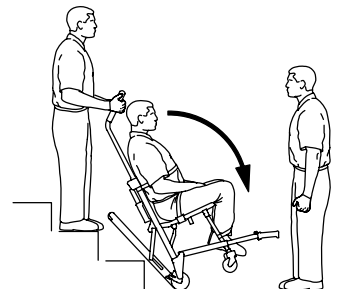

Rysunek 11 – Transportowanie w dół schodów
8. Obaj operatorzy: Prowadź krzesło po schodach do momentu, kiedy gaśnice znajdują się na jednym poziomie z krawędziami dwóch lub trzech stopni (Rysunek 11).